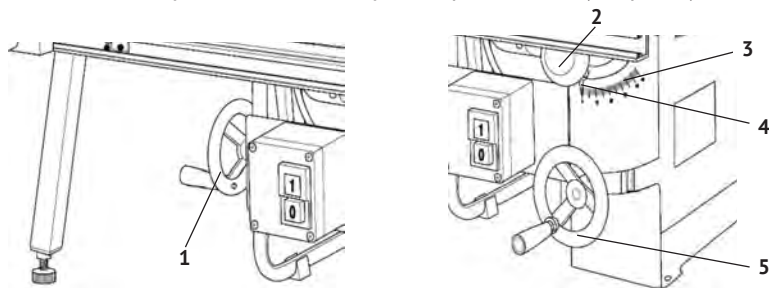

рис. 4
2.1.4 Установка угла наклона и глубины реза диска (см. рис.4):
- ослабить рукоятки (рис.4 поз.2) фиксации угла наклона (с двух сторон пилы);
- вращением маховика (рис.4 поз.1), поворачиваем платформу наклона с
- совместив стрелку-указатель (рис.4 поз.4) с показанием шкалы (рис.4 поз.3), устанавливаем нужный угол наклона диска по отношению к плоскости рабочего стола;
Поворотом маховика (рис.4 поз.5) осуществляется подъём/опускание пильного диска, в зависимости от толщины заготовки. Высота подъёма диска выбирается исходя из толщины заготовки. Наиболее качественный рез получается тогда, когда пильный диск выступает на 3 – 6 мм над верхней плоскостью заготовки.